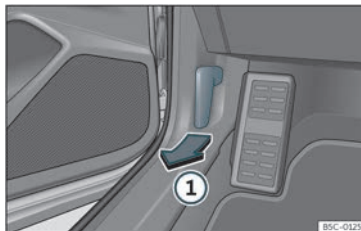

Fig. 183 Alavanca de desbloqueio no espaço para a zona dos pés do condutor.
• Abra a porta e puxe pelo manípulo que existe debaixo do painel de instrumentos »» Fig. 183 ①.